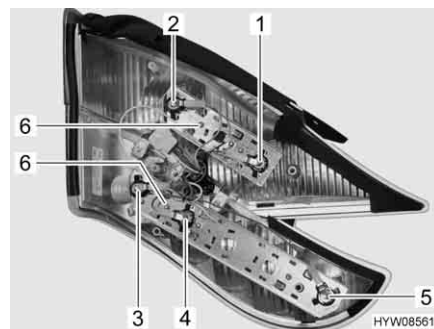

Fig. 155 Luci posteriori (lato posteriore)
- Svitare le due viti Torx (Fig. 155,6) del listello di supporto interessato sul lato posteriore dell'alloggiamento.